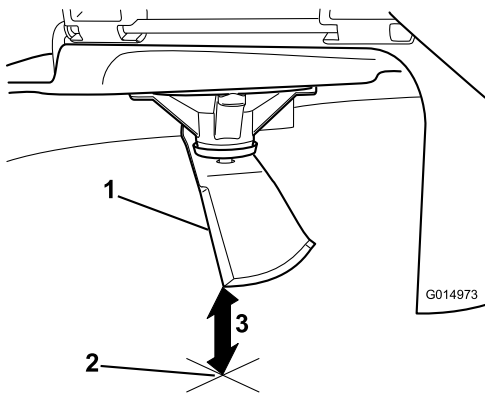

Figura 72
3. Mida desde la punta de la cuchilla hasta la superficie plana (Figura 72).